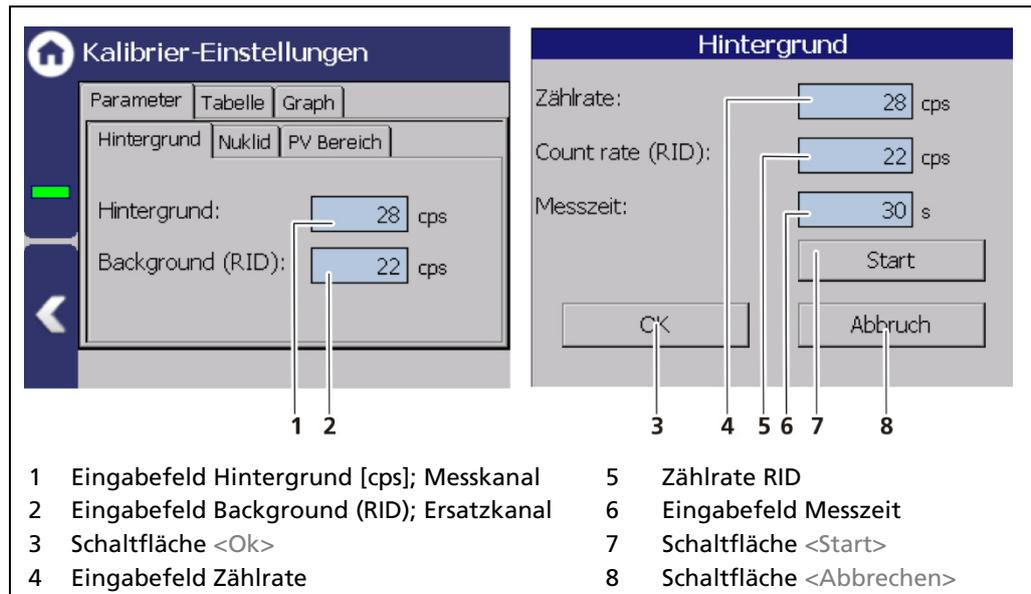

Abb. 76 Kalibrier-Parameter: Hintergrund
Die Hintergrund-Zählrate (Abb. 76, Pos.1) ist die natürliche Hintergrundstrahlung die vom Detektor gesehen wird und muss zumindest bei Stabdeteektoren gemessen werden. Die korrekte Aufnahme der Hintergrundstrahlung ermöglicht eine korrekte Zerfallskompensation und hat somit Einfluss auf die Langzeitstabilität des Messwertes.
1. Klicken Sie auf das Textfeld „Hintergrund“ (Abb. 76, Pos.1).